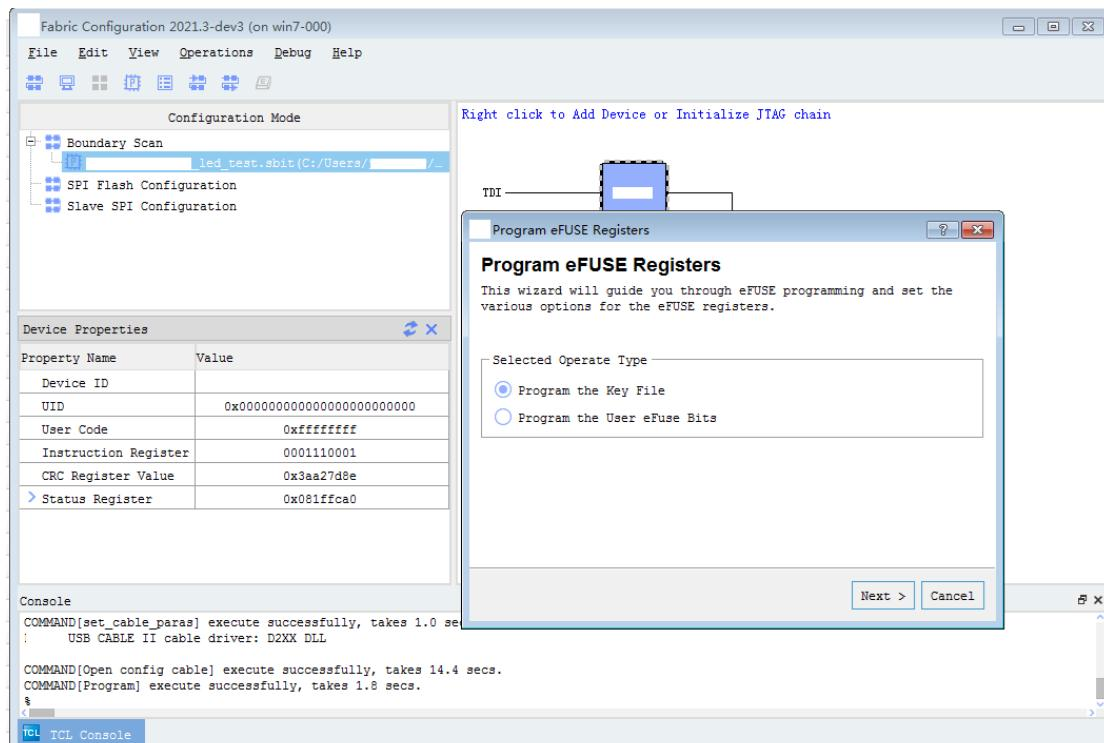
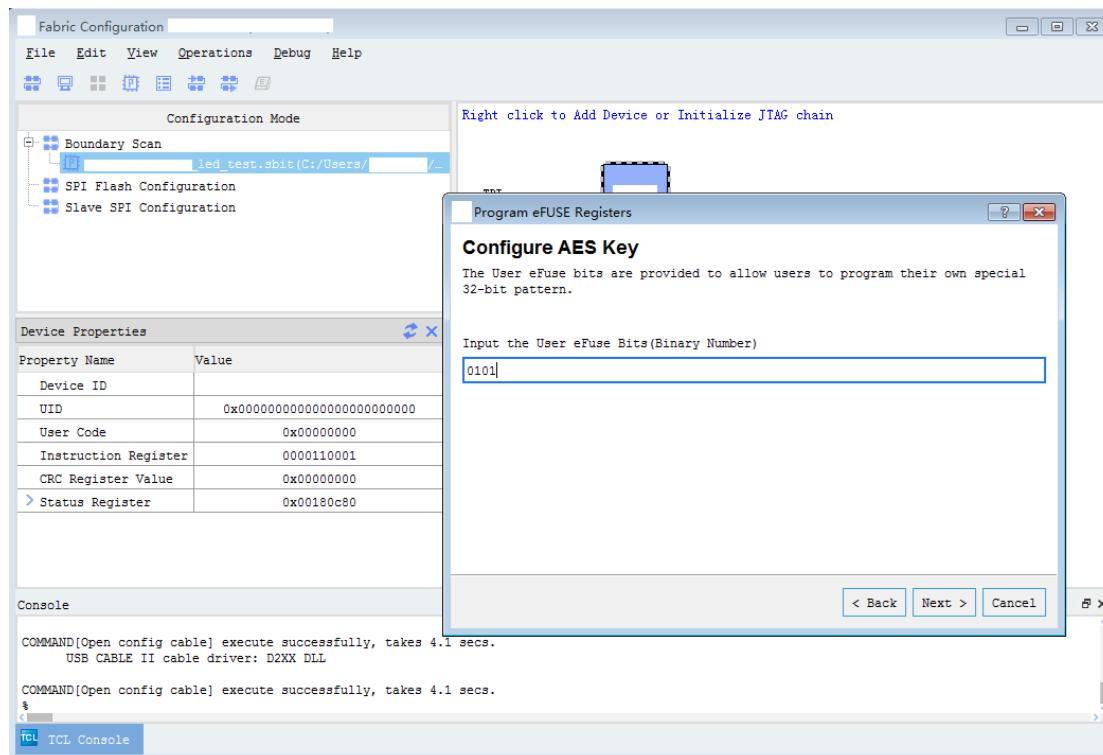

图 4-25 选择操作 eFuse 类型
图 4-30 32bits User eFuse 配置界面
1、在右键点击弹出的菜单中选择“Program eFuse Registers”，将会弹出如下图 4-25，选择Program Key File操作类型，并点击Next，进入选择秘钥文件窗口。
当器件准备好时, 就可以对器件进行配置Efuse存储器, 具体的操作如下: 在图 4-25中选择“Program User eFuse Bits”操作类型, 点击Next, 将会弹出如图 4-30的输入框, 用户可输入32位efuse二进制信息。输入完成后, 点击Next到summary页点击Finish进行编程。